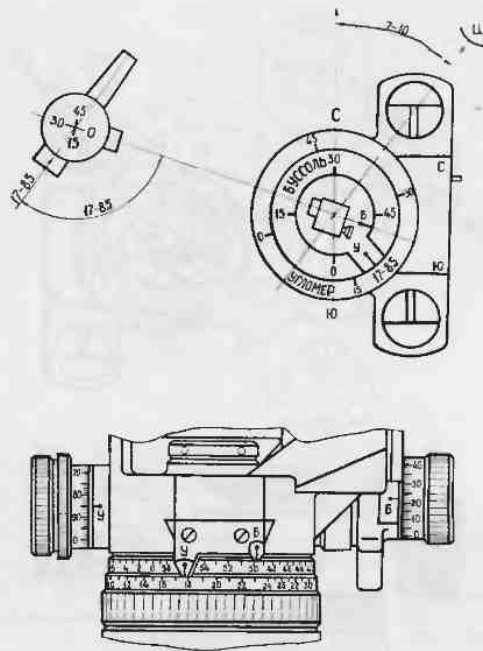

РИС. 25 НАПРАВЛЕНИЕ ОРУДИЯ НА ЦЕЛЬ ПО ЗАДАНОЙ БУССОЛИ ПОСЛЕ УСТАНОВКИ ОРУДИЯ НА ОГНЕВУЮ ПОЗИЦИЮ.
- отметить по панораме орудия, сняв отсчет по угломерным шкалам 27 и 30 (на рис. 25 отсчет 17—85) и скомандовать его наводчику.